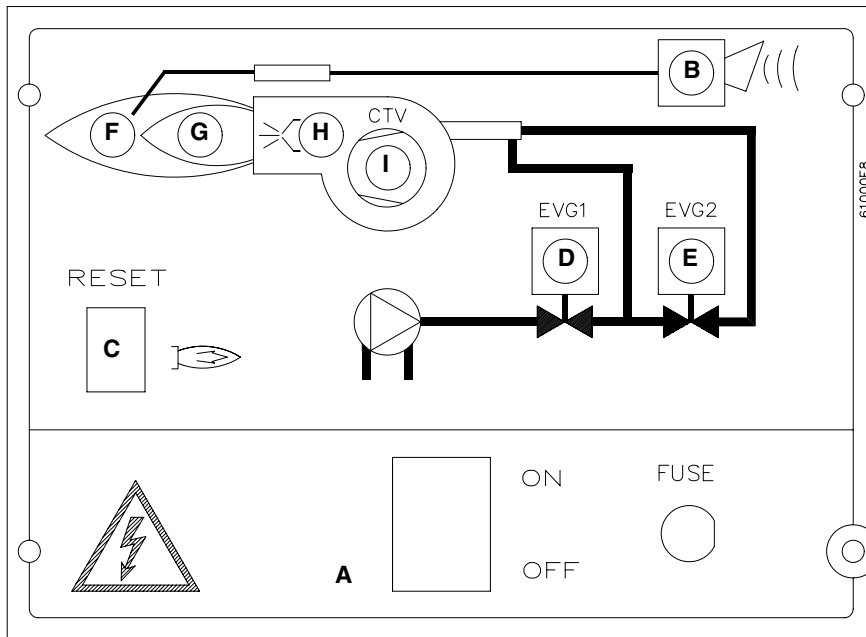

Рис. 17
- 3 запустить горелку с помощью главного выключателя на контрольной панели (повернуть в положение **ON** - Рис. 17) и ряда термостатов/реле давления;
- Проверить, что электронный блок не заблокирован (индикатор В горит), при необходимости, разблокировать его, нажатием на кнопку сброса блокировки (в верхней части электрощита, см. Рис. 17 или на кнопку С на лицевой панели электрощита).